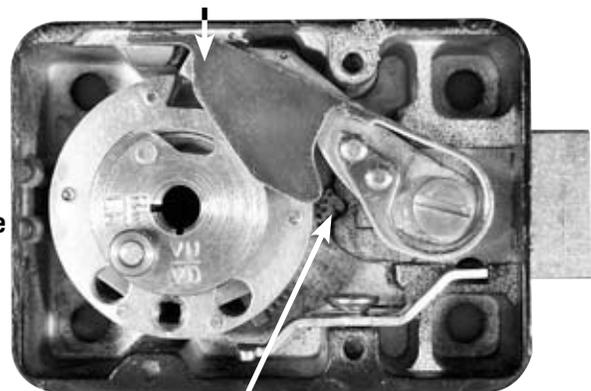

Figure 1
1. Retirez le couvercle de la serrure. Placez le pêne de serrure dans la position allongée et le ressort d'accélérateur en position de charge (figure 1). **ATTENTION : ne retirez pas la came d'entraînement.**
L'option de réglage du couple vous permet d'ajuster la tension du jeu de disques afin d'assurer une sécurité maximale. Pour régler le couple, retirez le couvercle de la serrure et insérez une clé hexagonale de 0,23 cm ($\frac{3}{32}$ po) dans l'engrenage de réglage (voir figure 1). Tournez dans le sens horaire pour augmenter le couple ou dans le sens antihoraire pour le décroître. Ce réglage doit être effectué par un technicien compétent uniquement à l'aide d'un outil de mesure du couple spécialisé.